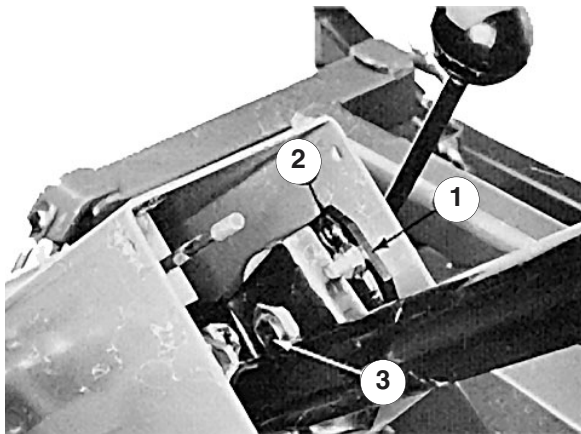

Figure 43
1. Retirez le bouton du frein de stationnement et les vis autotaraudeuses du couvercle de la colonne de direction. Faites coulisser le couvercle en haut de l'arbre de direction pour exposer le support de pivot (Fig. 43).
2. Desserrez le petit écrou et tournez le support de pivot jusqu'à ce qu'il serre le gros écrou situé dessous (Fig. 43). Resserrez le petit écrou.